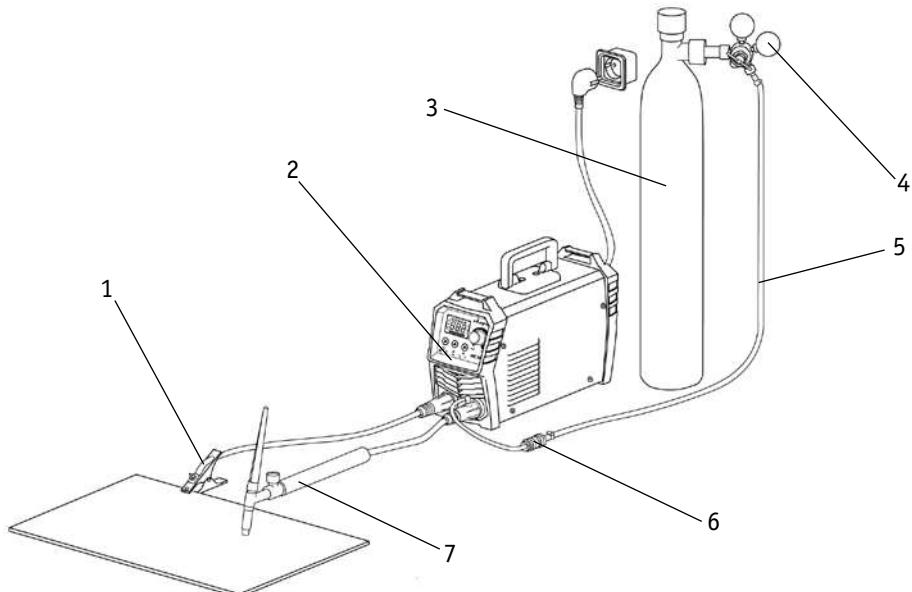

Рис. 11.1. Схема подключения оборудования.
**2. На передней панели сварочного аппарата имеется два панельных разъёма: «+» и «-». Подключите вентильную горелку для аргонодуговой сварки в разъём «-», а клемму заземления подключите в разъём «+» (См. рис. 11.1).**